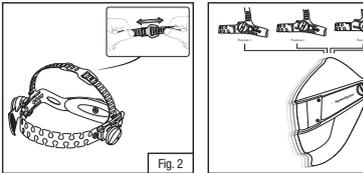

Fig. 2
- Longitud de correa superior (Fig. 2)